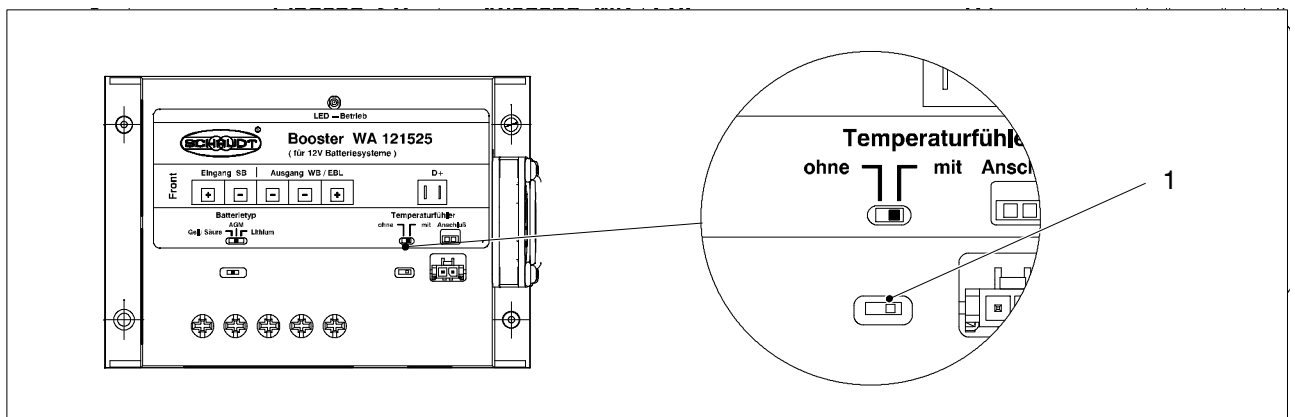

Fig. 7 Sensore temperatura: Collegamento e impostazione
- Collegare il connettore al booster (fig. 7, pos. 1).
- Regolare l'interruttore scorrevole sul booster (fig. 7, pos. 2).
Con il sensore temperatura collegato: cavo del sensore interrotto.	Staccare il connettore del sensore temperatura e portare l'interruttore della fig. 7 Pos. 2 in posizione "senza"; quindi rivolgersi al servizio clienti.
Con il sensore temperatura collegato: Il cavo del sensore potrebbe essere cortocircuitato o danneggiato.	Staccare il connettore del sensore temperatura e portare l'interruttore della fig. 7 Pos. 2 in posizione "senza"; quindi rivolgersi al servizio clienti. Nota: il caricamento non è più controllato dalla temperatura.